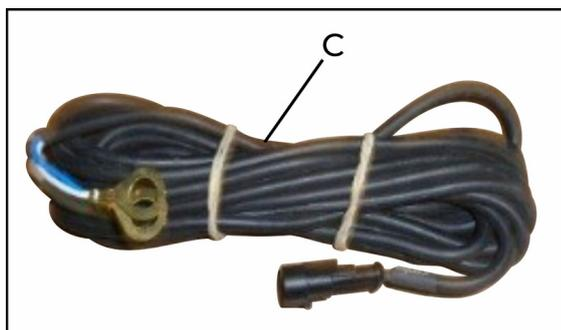

fig. 37
NOTA: Caso a colheitadeira não tenha o plugue tipo “acendedor de cigarro” na cabine, há um segundo cabo (D) (fig. 37) que acompanha o conjunto abre-fecha. Este deve ser ligado diretamente na bateria.